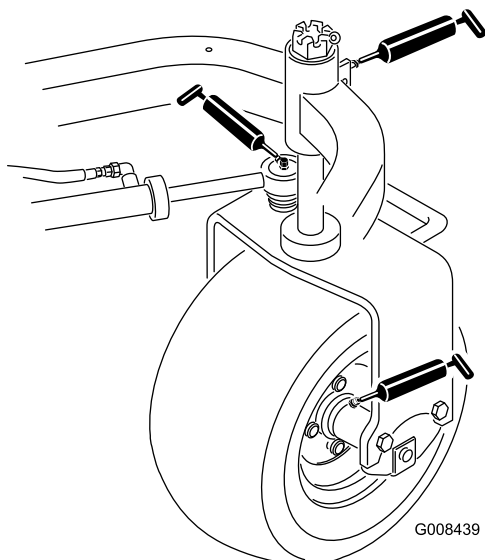

Рисунок 28
- Ступица заднего колеса (1) (Рисунок 28)
- Подшипник поворотного колеса (1) (Рисунок 28)
- Гидроцилиндр рулевого управления (2) (Рисунок 28)